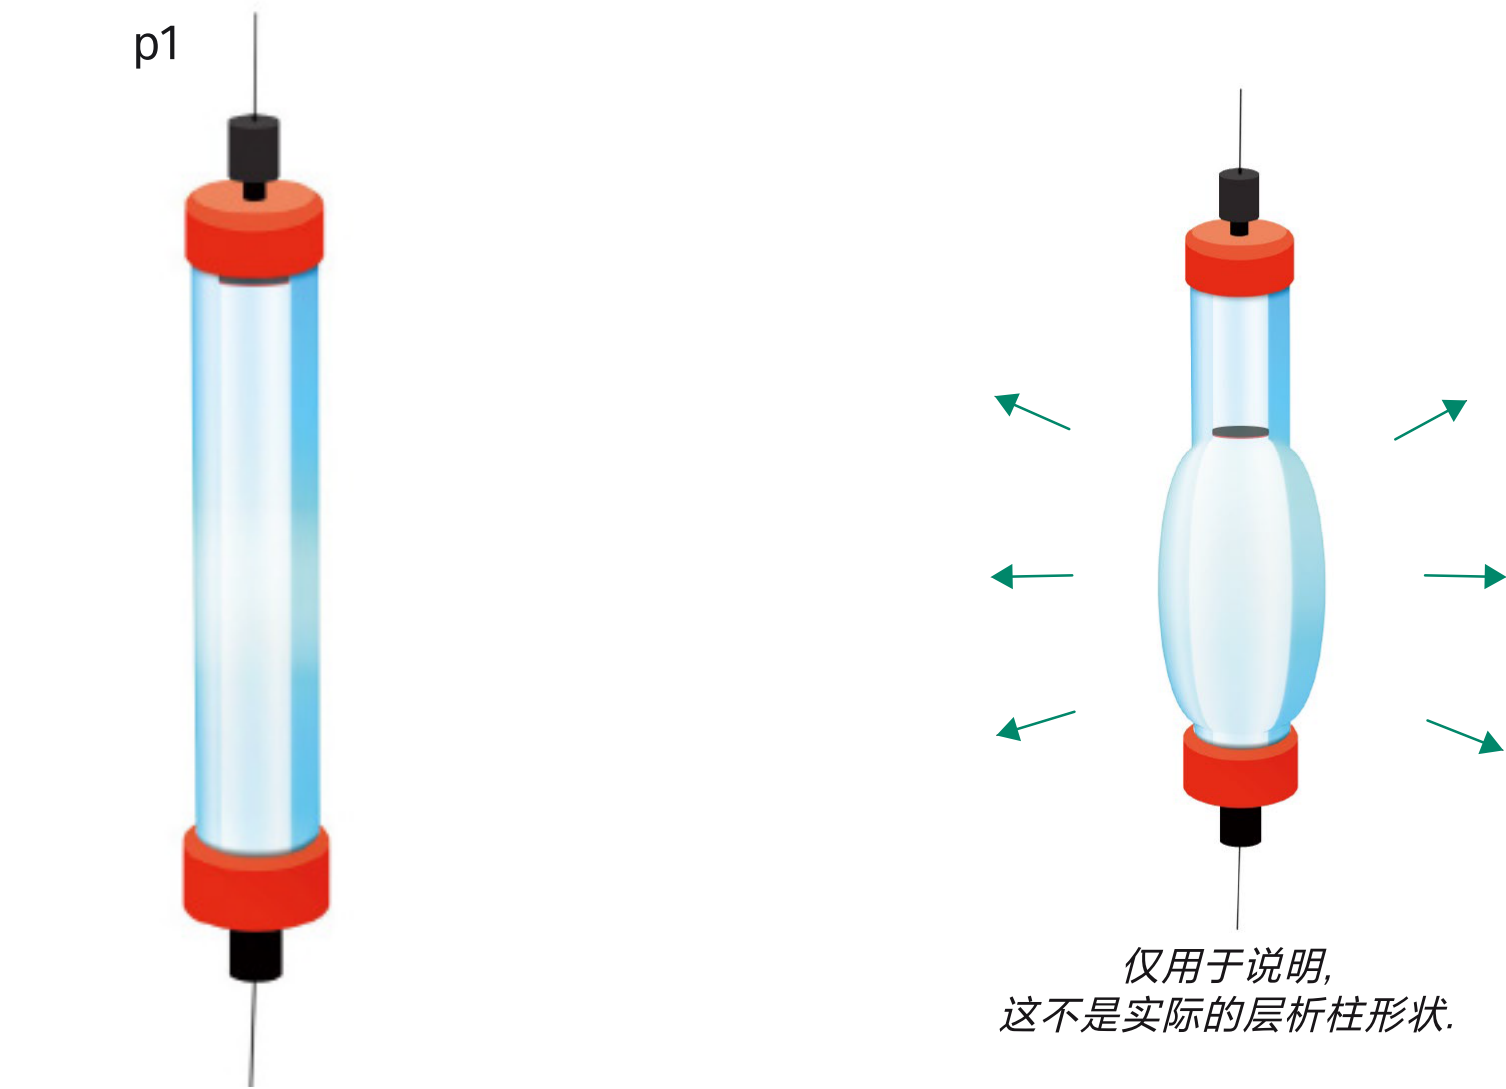

图 7.3. 柱前压力 (p1) 影响层析柱硬件。当达到层析柱硬件压力限时, 层析柱将破裂或开始泄漏。
-  层析柱硬件和填充床具有不同的耐压性, 如图 7.3 和 7.4 所示。